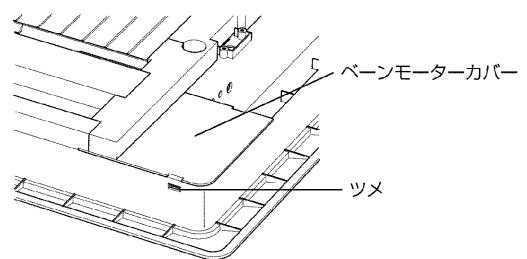

図31
(1) 固定するベーンのベーンモーターカバーを外します。（図31、32）